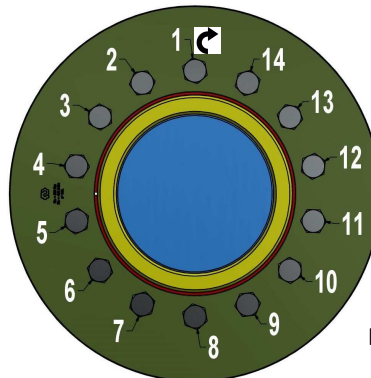

Fig. 4. Esempio di schema di serraggio.
4. Usare una chiave dinamometrica, regolata ad una coppia maggiorata di circa il 5% rispetto alla coppia di serraggio (Ma) di catalogo, o ridotta entro il limite consentito. **Avvitare progressivamente le viti in più passate, con sequenza oraria o anti-oraria** (fig. 4), serrando di $\frac{1}{4}$ di giro circa ad ogni passata, fintanto che non sia più possibile serrare di $\frac{1}{4}$ di giro.